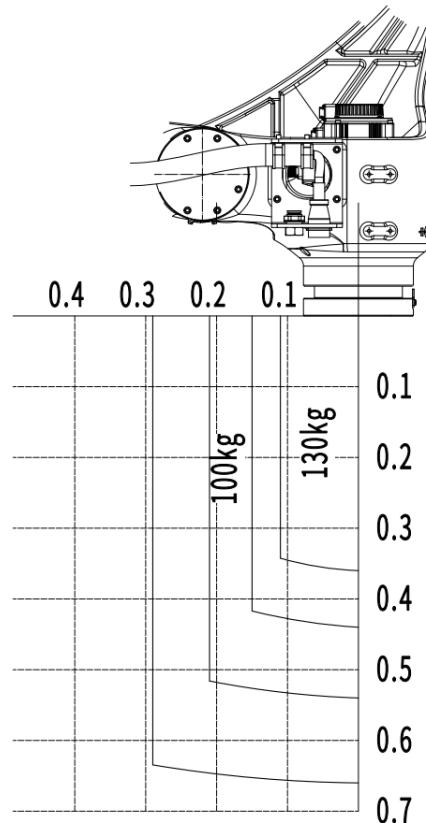

图 6.1 机器人腕部负载图
2、当负载的体积比较小时，极限安装尺寸（LB、LT）如图 6.1 所示。